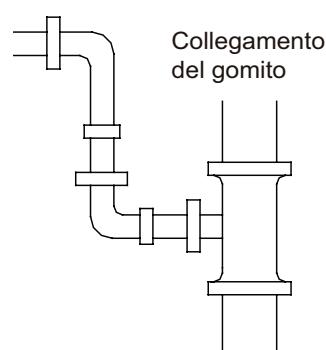

Fig. 4.13
- ② Collegamento del gomito (Fig. 4.13)